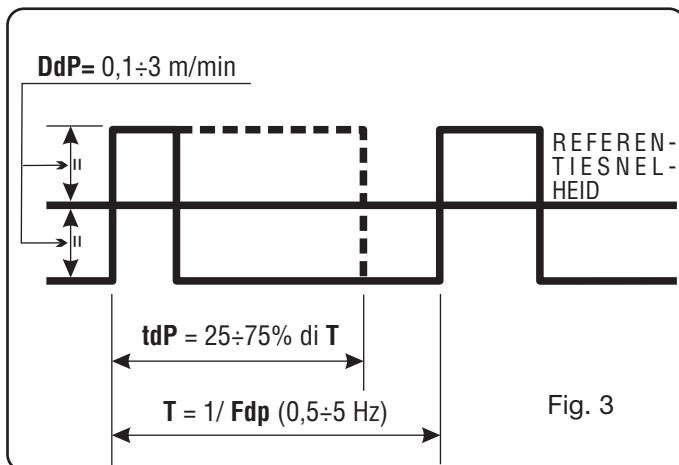

Fig. 3
d.w.z. de hoogste lasstroom. Deze wordt uitgedrukt als een percentage van de tijd die wordt gewonnen met de frequentie **Fdp** (fig. 3).